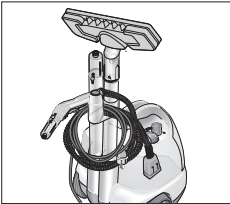

Abb. 10: Aufräumen
- Stecken Sie die beiden Verlängerungsrohre einzeln in die Zubehörköcher (A5) auf der Geräterückseite. Stecken Sie die Bodendüse (H1) auf ein Verlängerungsrohr (siehe Abb. 10).